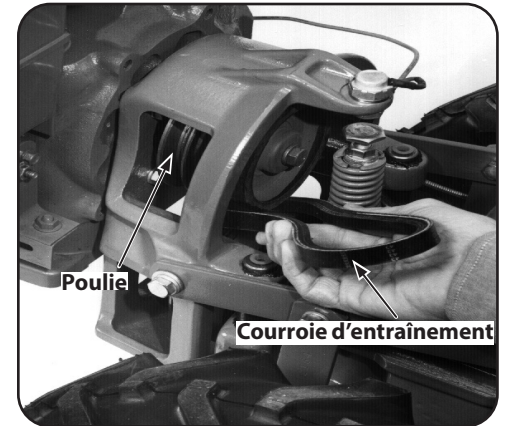

Figure 5-28
6. Placez le levier d'entraînement de la PDF des dents et des roues à la MARCHE AVANT pour augmenter la distance entre la poulie supérieure et la poulie inférieure. Ensuite, levez la courroie et tirez-la entre les poulies. Voir Figure 5-28.
8. Pressez la courroie au milieu et placez une moitié de la courroie entre les poulies. Voir Figure 5-28.